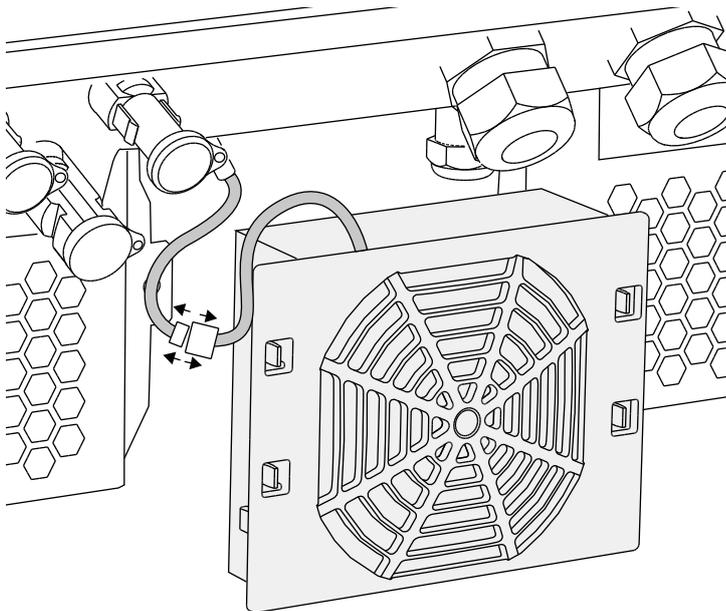

Fig. 64 : déconnexion du câble du ventilateur
4. Enlever entièrement le ventilateur du boîtier. Pour cela, détacher le connecteur enfichable du câble du ventilateur.  **Fig. 64**